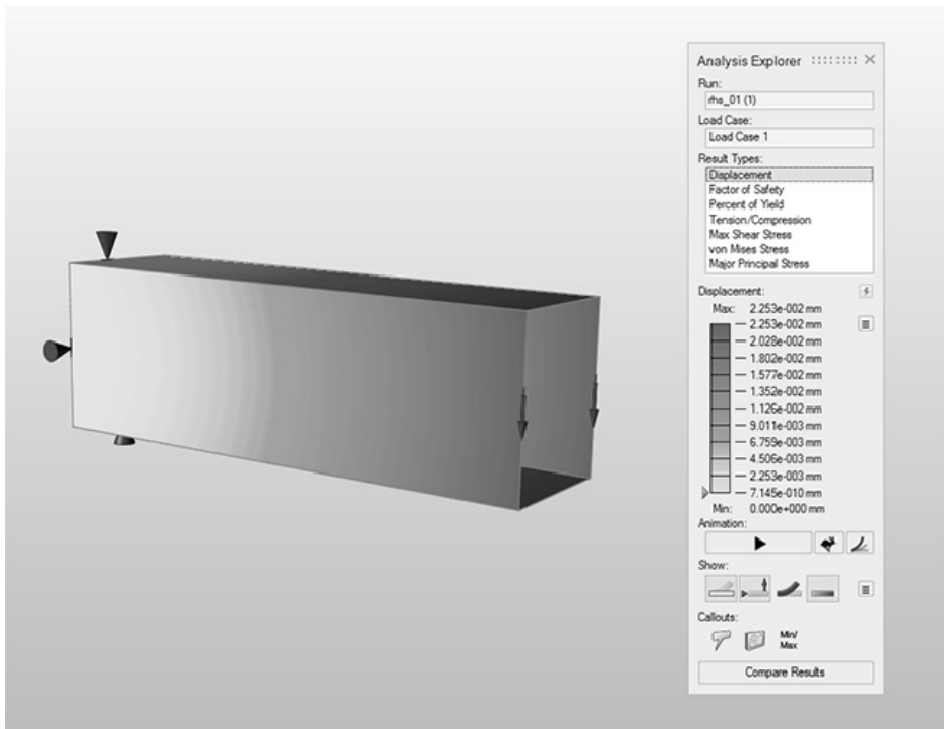

图 14-4
7) 双击运行名称打开分析探索器并检查“位移”和其他结果，如图 14-4 所示。